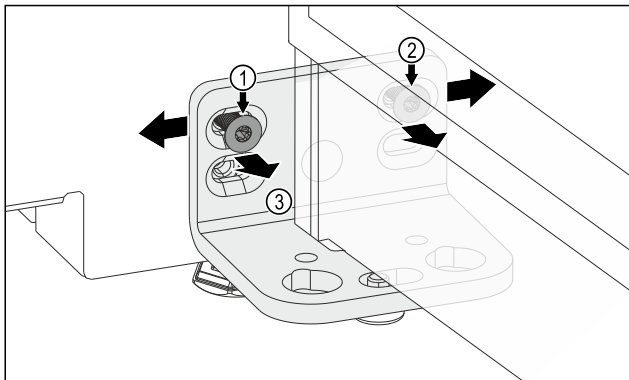

Fig. 13
- Desserrer la vis Fig. 13 (1) et la vis Fig. 13 (2). Pour la vis Fig. 13 (2), vous aurez besoin d'un petit tournevis d'angle.
- Pousser la porte et l'équerre de charnière Fig. 13 (3) vers la gauche.
- Pousser la porte et l'équerre de charnière Fig. 13 (3) vers la droite.
- Position finale de la porte atteinte : serrer la vis Fig. 13 (1) et la vis Fig. 13 (2).